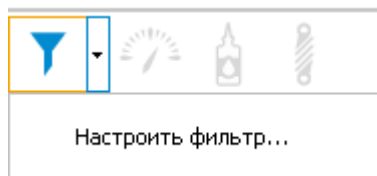
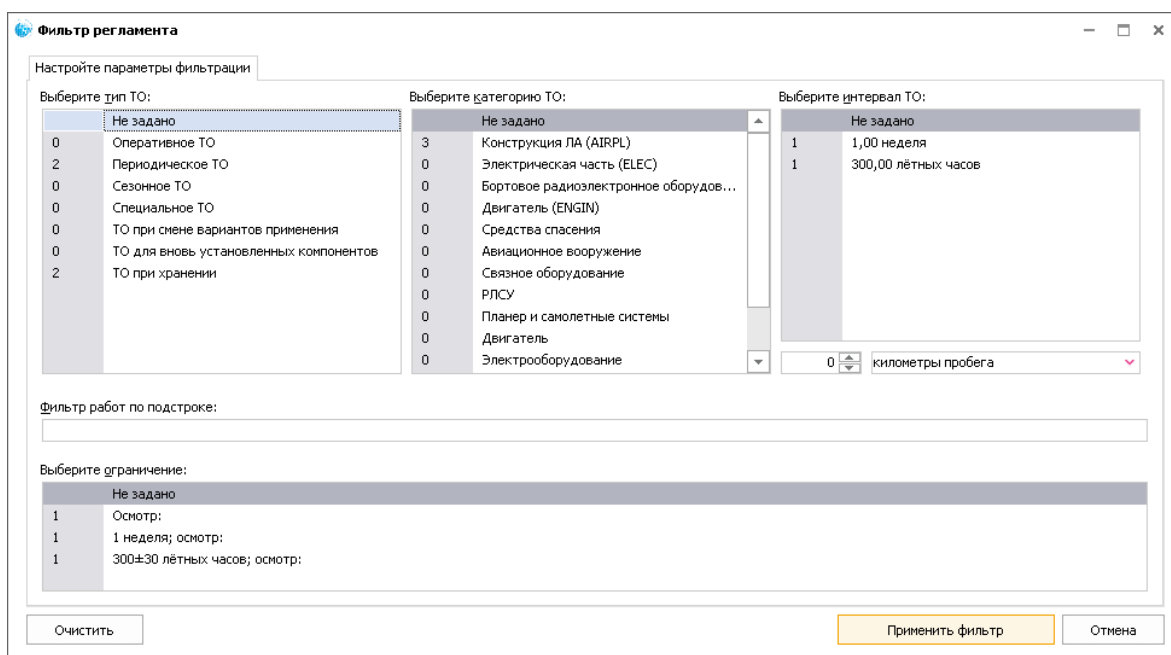

Рис. 135
Рис. 136
1. Нажмите на кнопку  справа от кнопки **Включить фильтрацию**  и выберите команду **Настроить фильтр** (Рис. 135). После этого откроется окно **Фильтр регламента** (Рис. 136).